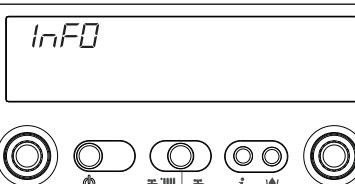

Fig. 29
Carregando na tecla o display apaga-se e aparece só a inscrição InFO (fig. 29). A caldeira permite, carregando na tecla , visualizar algumas informações úteis para a sua utilização. Sempre que se carregar na tecla, passa-se à informação sucessiva. Se não se carregar na tecla o sistema sai automaticamente da função.
**Info 0** visualiza a inscrição InFO (fig. 29)